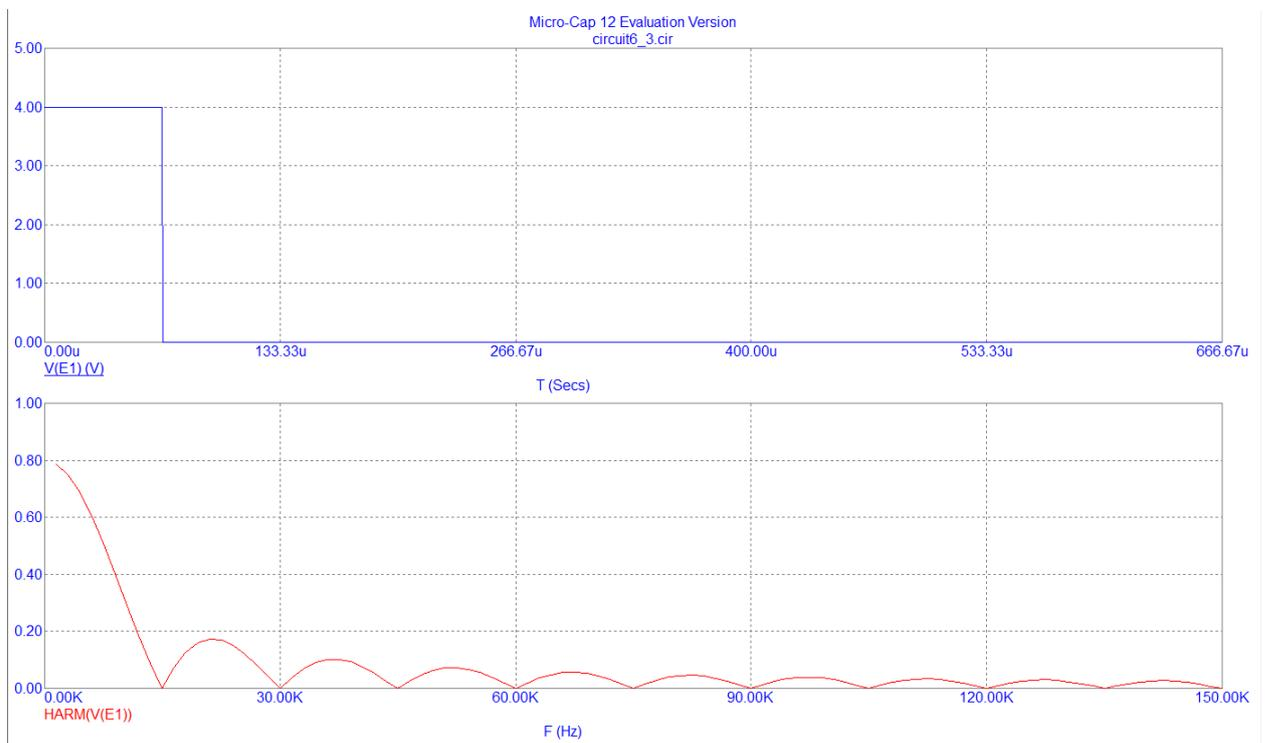

Рис. 7.4 - Пример построения графиков
6. Занести получившиеся графики в отчёт. При построении графиков обратить внимание, что в отчёте чётко должны быть видны масштабы по осям (Рис. 7.4)